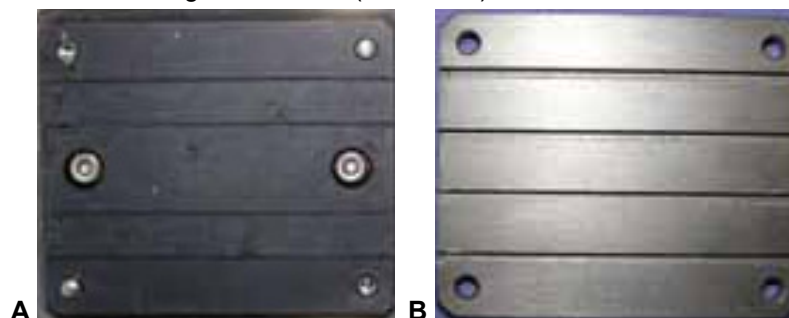

Abb. 16 Nachsäulenkühlung
3. Führen Sie die Kapillare in eine der Nuten ein, für 1/16" Kapillaren in der Frontplatte (Abb. 16 B), für 0,5 mm Kapillaren am eingebauten Teil (Abb. 16 A).